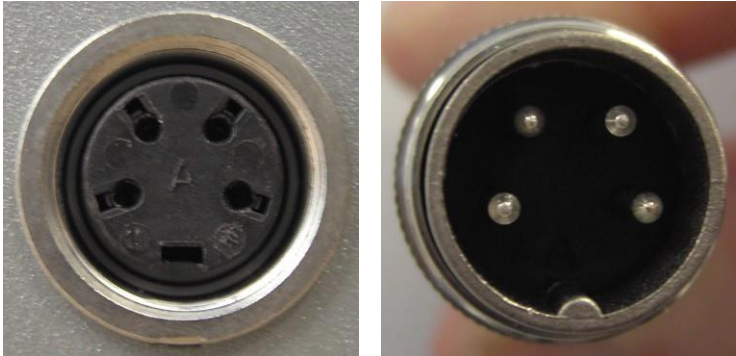

Figure 3-24. Alignement des broches du connecteur de l'interrupteur à pédale avec les trous correspondants de la prise de branchement
- Alignez les broches du connecteur du câble de l'interrupteur à pédale avec les trous correspondants de la prise de branchement de l'interrupteur à pédale, située à l'arrière du système, comme illustré à la Figure 3-24.